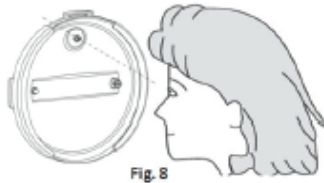

Fig. 8
1. Antes de utilizarla, asegúrese de que tanto el orificio de la válvula de seguridad como el de la válvula de liberación de vapor no estén obstruidos. Si alguno de ellos está obstruido, elimínelos con una aguja. (Fig. 8 Observe si la válvula de liberación de vapor está obstruida o no).